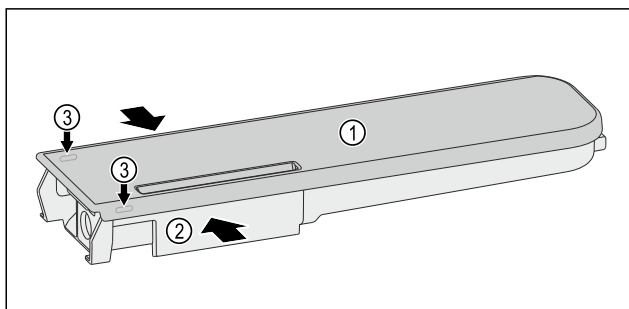

Fig. 125
- Stisnite spremnik za vodu Fig. 125 (2), pažljivo podignite poklopac Fig. 125 (1) preko zasuna Fig. 125 (3) i ga povucite prema gore.
- Poklopac Fig. 125 (1) lagano pomičite amo-tamo i izvadite ga prema gore.